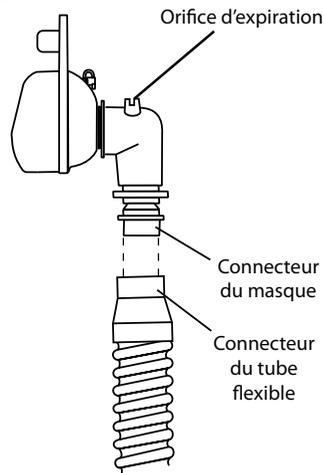

Figure 5-3 Raccordement à un masque à orifice d'expiration intégré
- A Si votre masque est muni d'un dispositif d'expiration intégré, connectez le raccord du masque au tuyau, comme illustré à la figure 5-3.